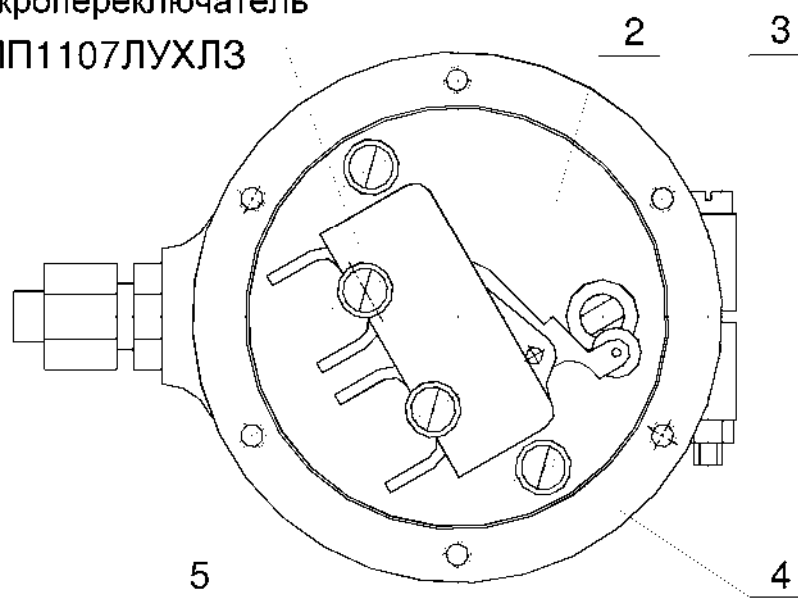

Рисунок 4 – Датчик сигнализации срабатывания защитного устройства
6.3.3 Настройка момента переключения датчика сигнализации защитного устройства производится поворотом корпуса 1 (см. рисунок 4) при ослаблении винта 3. Регулировка величины нажатия на ролик микропереключателя производится на заводе-изготовителе поворотом пластины 2 с последующей фиксацией винтами 4. При снятии микропереключателя для распайки проводов отвернуть винты 5.